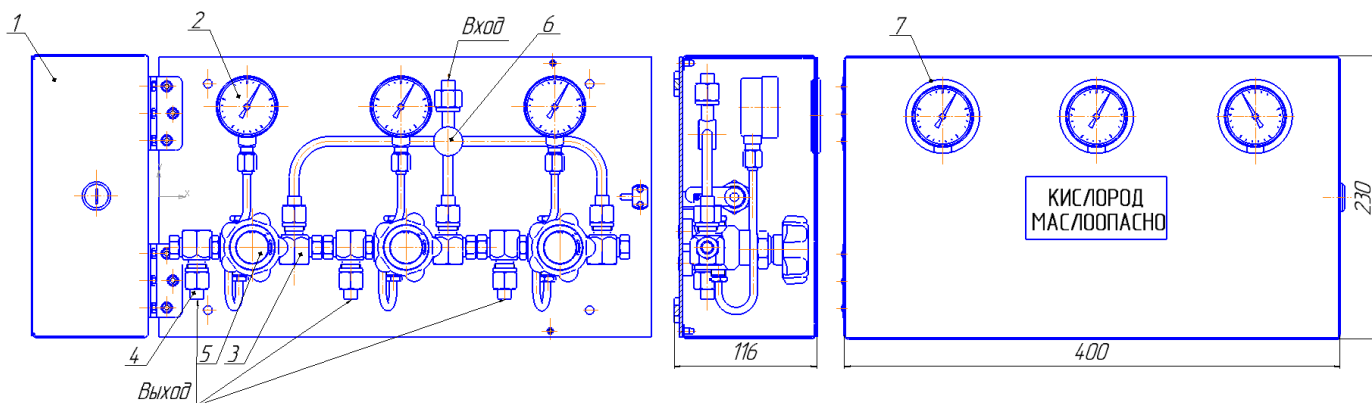

Рис.1 Поэтажная коробка ПК-4М(1х3)Р12
4.1 Внешний вид коробки показан на рис.1